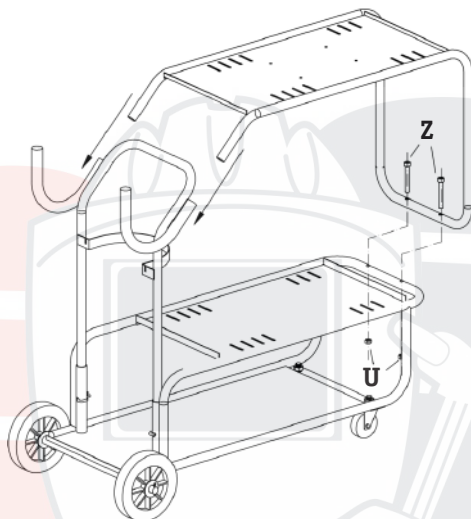

Рис. 6.5. Установка верхнего основания.
4. Установите верхнее основание тележки (См. рис. 6.5).